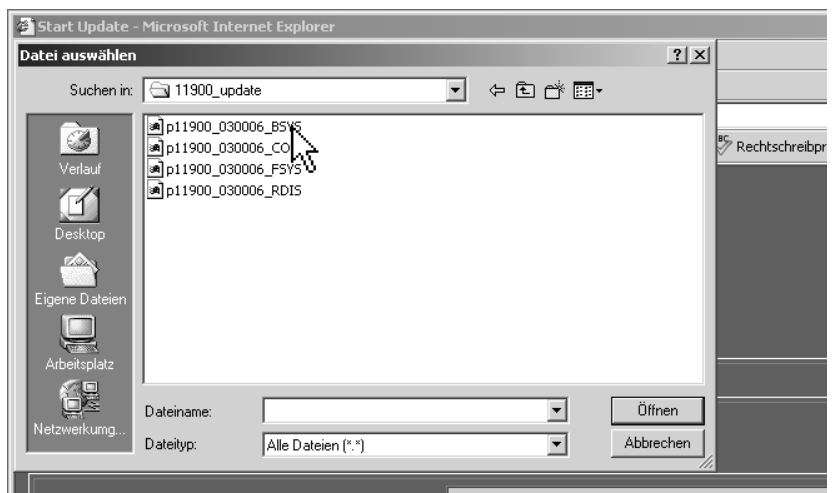

Bild 8-4: Dialog zum Auswählen der Update-Datei
4. Wählen Sie über den jetzt angezeigten Dialog das Verzeichnis aus, in dem Sie die **vier** erforderlichen Update-Dateien abgelegt haben. Wählen Sie als erstes die Datei „**p11900_xxxxxx_BSYS**“ aus und klicken Sie anschließend auf „Öffnen“ (siehe Bild 8-4). „xxxxxx“ steht dabei für die Versionsnummer (siehe Abschnitt 6.4.).